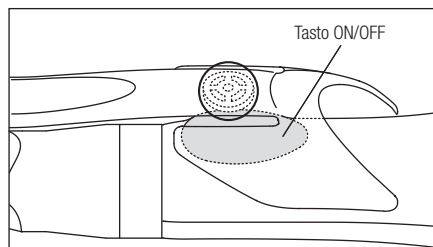

Fig. 7
- 2) Predisporre il punto di montaggio in modo tale che la parte convessa sotto la levetta (vedi circolo nella Fig. 7) sia a contatto con il tasto ON/OFF.